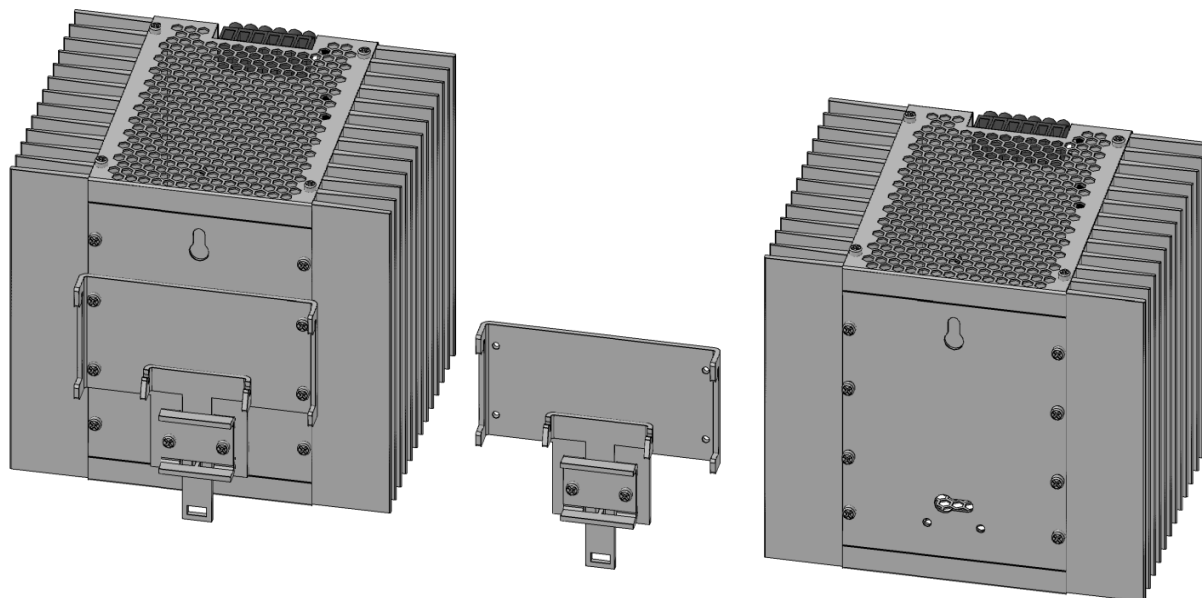

Рисунок 5. Демонтаж крепежного механизма.
6.4 Базовым конструктивным вариантом изготовления ИПС является исполнение с установкой на DIN-рейку. При необходимости установки ИПС на вертикальную плоскость (настенный вариант), достаточно отвинтить 4 крепежных винта и демонтировать единый крепежный механизм (см. рис. 5).